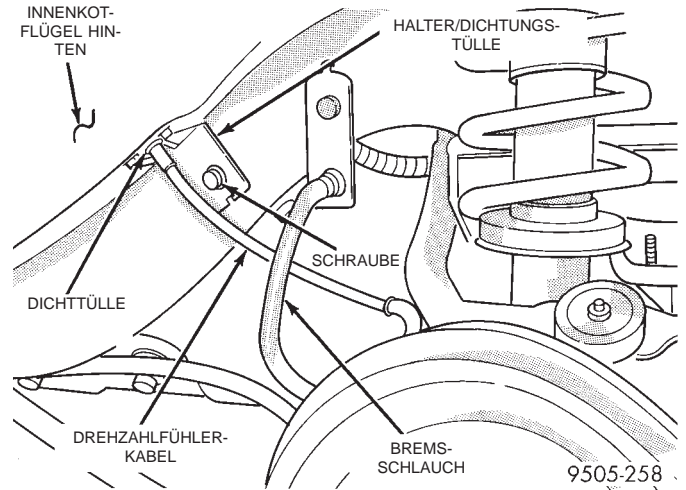
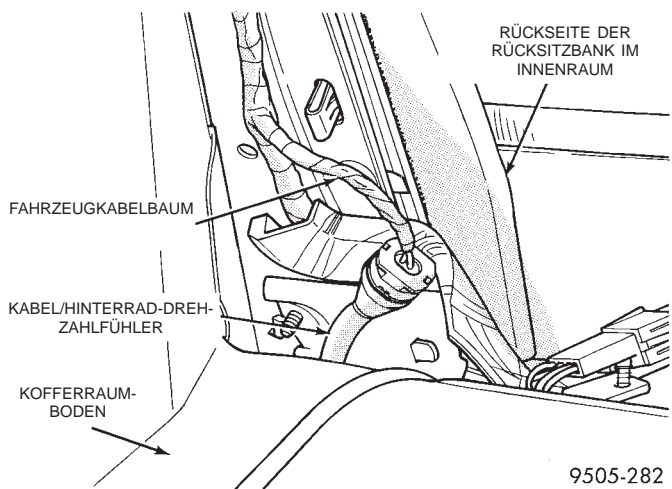
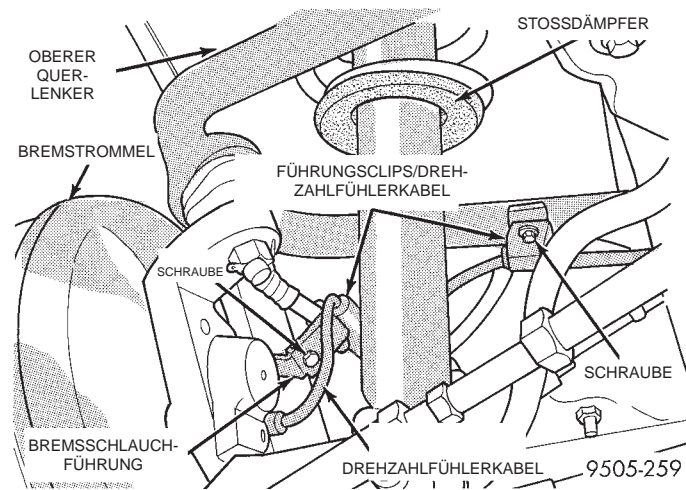

Abb. 38 Befestigung des Hinterrad-Drehzahlfühlerkabels an der Karosserie
Abb. 37 Anschluß des Hinterrad-Drehzahlfühlerkabels an den Fahrzeugkabelbaum
Abb. 39 Befestigung des Drehzahlfühlerkabels an der Hinterradaufhängung
(1) Den Steckverbinder des Drehzahlfühlerkabels vom Fahrzeugkabelbaum trennen (Abb. 37). **Der Anschlußpunkt am Fahrzeugkabelbaum befindet sich im Kofferraum.**
(2) Das Fahrzeug auf Unterstellböcken oder auf einer Hebebühne anheben; siehe "Fahrzeug anheben" im Abschnitt "Schmierung und Wartung" in diesem Handbuch.
(3) Das Hinterrad abbauen.
(4) Den Dichtungstüllenhalter für das Hinterrad-Drehzahlfühlerkabel (Abb. 38) vom hinteren Längsträger abschrauben. Die Dichtungstülle und das Kabel aus der Karosseriebohrung herausziehen.
(5) Die Führungscaps für das Drehzahlfühlerkabel vom oberen Hinterrad-Querlenker und von der Bremsschlauchführung lösen (Abb. 39).
(3) Die Führungsclips für das Drehzahlfühlerkabel (Abb. 39) an der Bremsschlauchführung und dem Halter am oberen Querlenker anschrauben und die Befestigungsschrauben fest anziehen.
(4) Das Ende des Drehzahlfühlerkabels mit dem Steckverbinder durch die Öffnung im Innenkotflügel in den Kofferraum einführen.
(5) Die Dichtungsstülle des Drehzahlfühlerkabels in die Bohrung im Innenkotflügel einsetzen. Den Dichtungsstüllenhalter (Abb. 38) am hinteren Längsträger festschrauben und die Befestigungsschraube fest anziehen.
(6) Das Rad anbauen.
(7) Das Fahrzeug absenken.
(8) Den Steckverbinder des Drehzahlfühlerkabels am Fahrzeugkabelbaum anschließen (Abb. 37). **Die Schaumstoffhülle wieder über die Verbindungsstelle schieben, um Klappergeräusche des Steckverbinders zu vermeiden.**
(9) Mit einer Probefahrt die konventionelle Bremsanlage und das Antiblockiersystem auf einwandfreie Funktion überprüfen.